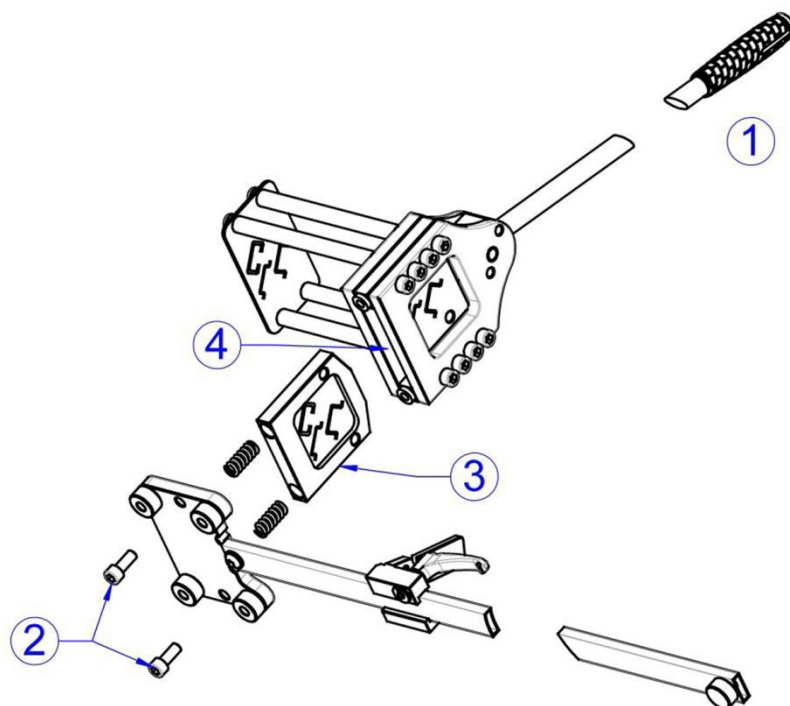

Imagen 9: Mantenimiento de la placa de cizallamiento
- Mover la palanca manual (imagen 9, pos. 1) completamente hacia atrás.
- Extraer los dos tornillos M10 (imagen 9, pos. 2) de la parte inferior de la unidad.
- Extraer hacia abajo la placa de cizallamiento de la unidad (imagen 9, pos. 3).
- Limpiar el espacio interior (imagen 9, pos. 4) de la cortadora y aplicar aire a presión.